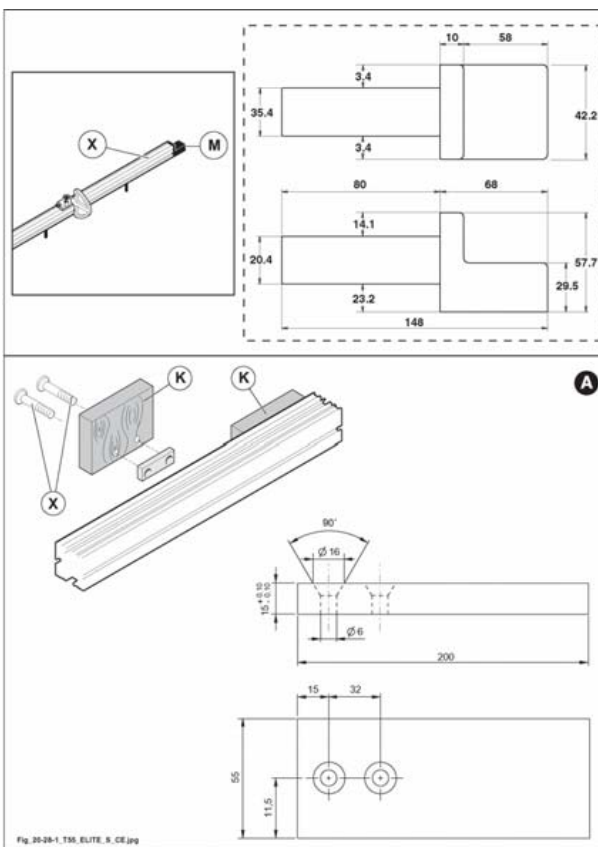

Fig. 20.28-1
Dovendo sostituire la parte in legno (M fig. 20.28-1), richiederla:
oppure ricostruirla utilizzando legno di faggio, rispettando le misure di fig. 20.28-1.
Dovendo sostituire la parte in legno (K fig. 20.28.1), richiederla:
oppure ricostruirla utilizzando legno di faggio, rispettando le misure di fig. 20.28.1
Per la sostituzione del paraschegge usurato, agire sulle viti (X fig. 20.28.1). Rimontare il nuovo paraschegge e serrare le viti (X).